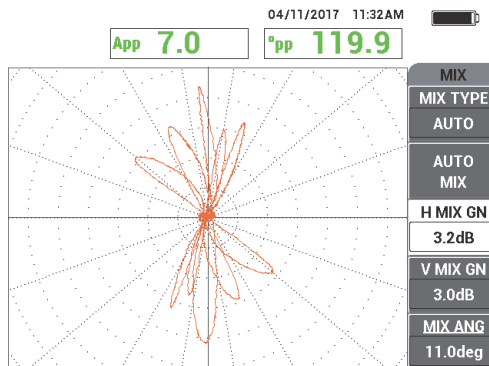

Abbildung 5-176 Prüfergebnis des Rohrs nach Verschieben des Hilfsrings (MIX)
3. Prüfen Sie das Rohr auf Defekte (siehe Abbildung 5-176 auf Seite 269).